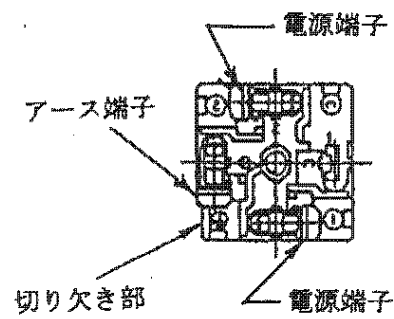

図 9 端子の位置と名称
- (c) 端子台③よりワッシャー付ねじ⑨を外し、図9（20ページ）の様に配線した後、再びねじ⑨を締め込みます。